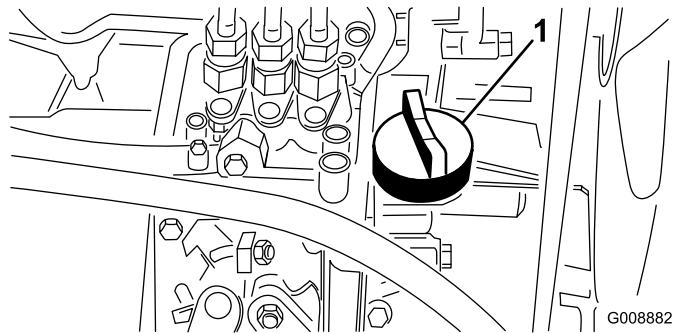

Рисунок 26
- Если уровень масла низкий, снимите крышку маслозаливной горловины (Рисунок 26) и постепенно, небольшими порциями долейте масло, часто проверяя его уровень, пока он не достигнет метки Full (Полный) на измерительном щупе.